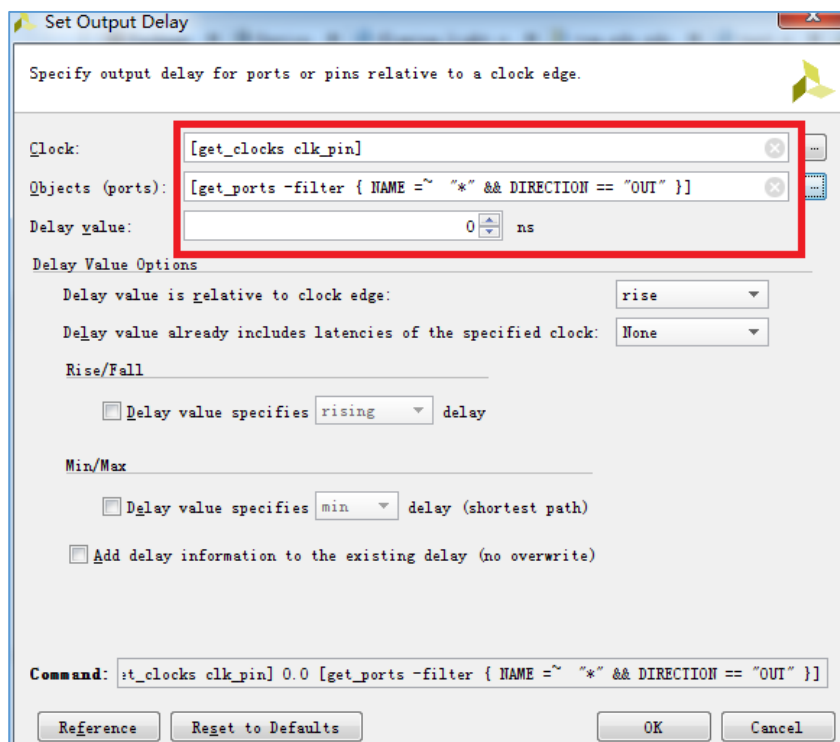

图 4.51 Output Delay 配置
9. 接下来设置 Output Delay, 其设置与 Input Delay 相似。如图 4.51 所示, 双击左边 Output->Set Output Delay。Clock 选择 clk_pin、Objects 选择所有输出, Delay value 设置为 0ns, 当然, 有必要时也能设置 max/min delay。设置完之后会在 XDC 文件中生成一句 `set_output_delay -clock<clock_name><objects> -max <maxdelay> -min <mindelay>` 的约束代码。